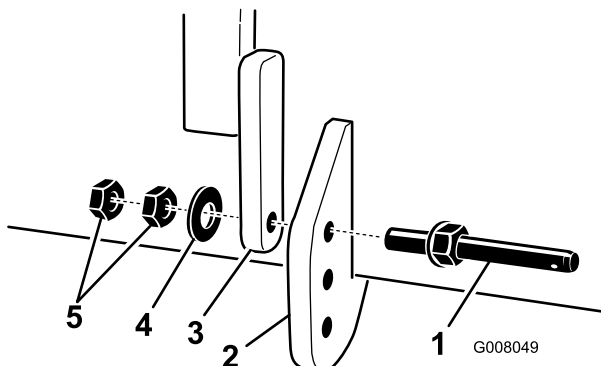

Figure 4
C. Montez un ensemble axe d'articulation sur chaque bras de support et la patte de montage de l'aérateur avec une rondelle et (2) écrous de blocage (Figure 4).